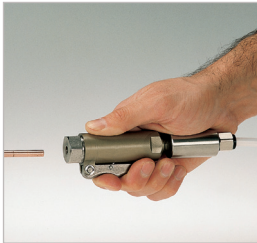

Figure 2
▶ Saisissez le connecteur au niveau du boîtier du connecteur (Pos. 1) et actionnez le levier à main (Pos. 2). Les mâchoires de serrage s'ouvrent (*Figure 2*).